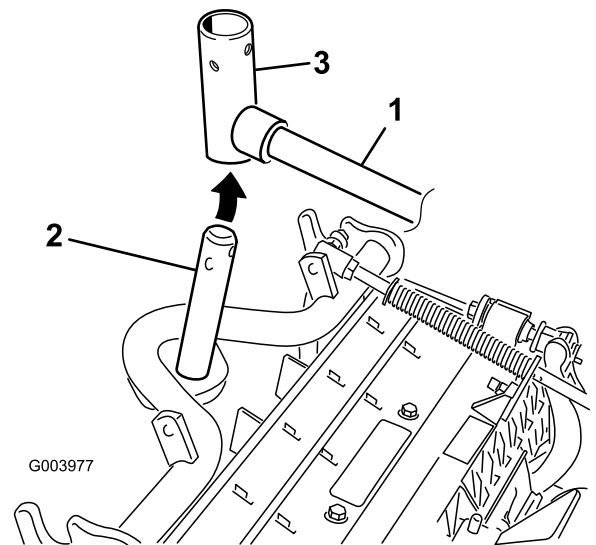

Bild 11
- B. Setzen Sie das Hubarmjoch in die Trägerrahmenwelle ein (Bild 11).